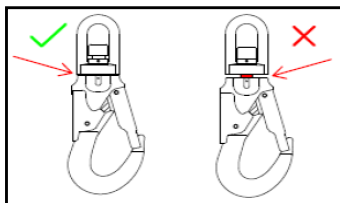

Fig. 3
- Verifique que los componentes del conector estén en buenas condiciones sin daños. Opere el gatillo del mosquetón de seguridad para verificar que funcione bien. Compruebe el mosquetón de seguridad giratorio con anillo indicador de caída. Si la banda de color rojo está expuesta, retire el retráctil de servicio inmediatamente. (ver Fig.3)